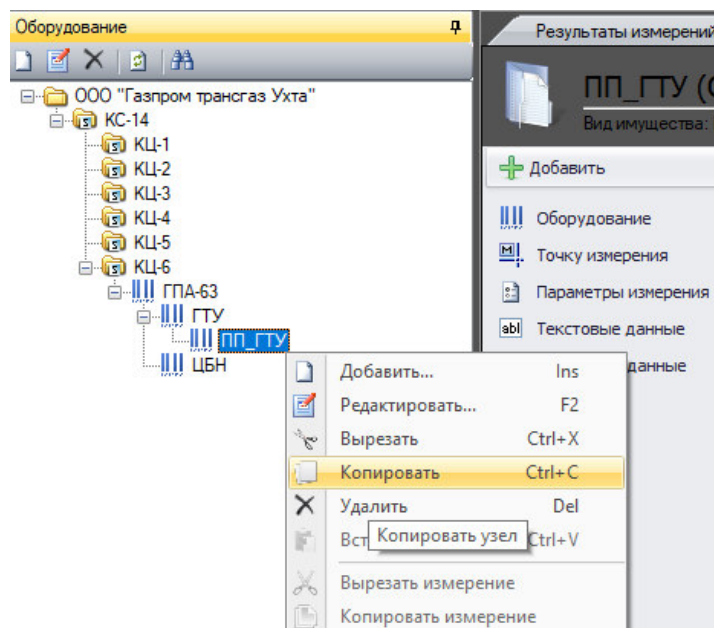

Рисунок 3.6.13
- выделить копируемый узел в дереве оборудования (см. Рисунок 3.6.13), вызвать контекстное меню и выбрать пункт «Копировать»;